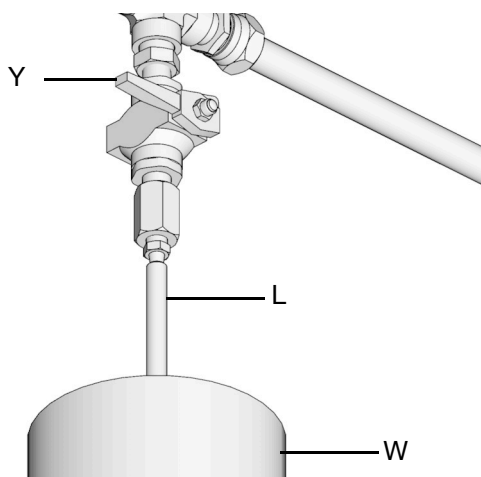

図 20:
- a. 補充ポンプ (F) と自動充填遮断 (B) 間の圧力開放は、ボールバルブ (bv) を開いて行って下さい (図 20)。圧力が開放されて余剰の液体がドレンチューブ (L) から流れ出し、潤滑剤オーバーフロー容器 (W) に入ります。